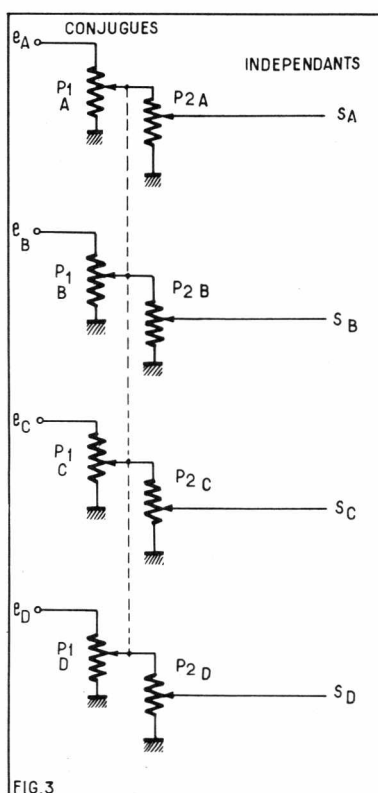

FIG. 3
3) Si, plus tard, on constate que le chauffage est trop faible en demi-saison, diminuer d'office P_2 de 1 000 Ω, mais également P_1 de 300 à 400 Ω environ. Il est prudent de refaire un réglage à 0° comme indiqué ci-dessus. Si on observe au contraire un chauffage trop fort en demi-saison, relever P_2 de 1 000 Ω et P_1 de 300 à 400 Ω. Voir à ce sujet, les courbes fig. 3 et 4.
Il faut, pour mettre en pratique ce procédé, que le système des V_c (réglages de gain) soit comme celui de la figure 3. Il est nécessaire de disposer de 8 potentiomètres de réglage, deux par canal.
Le montage (A) est adopté lorsque le réglage physiologique est combiné avec celui du réglage générale de volume. Dans ce cas, ce potentiomètre remplacera P_1 dans le montage d'équilibrage de la figure 2 et dans celui de la figure 3.
le V_c d'une part et les réglages physiologiques. Dans le montage de la figure 3, les V_c remplacent les potentiomètres P_1 . Les curseurs de P_1 seront reliés aux réglages R. Ph. conjugués et les curseurs de ces réglages seront reliés aux potentiomètres P_2 .